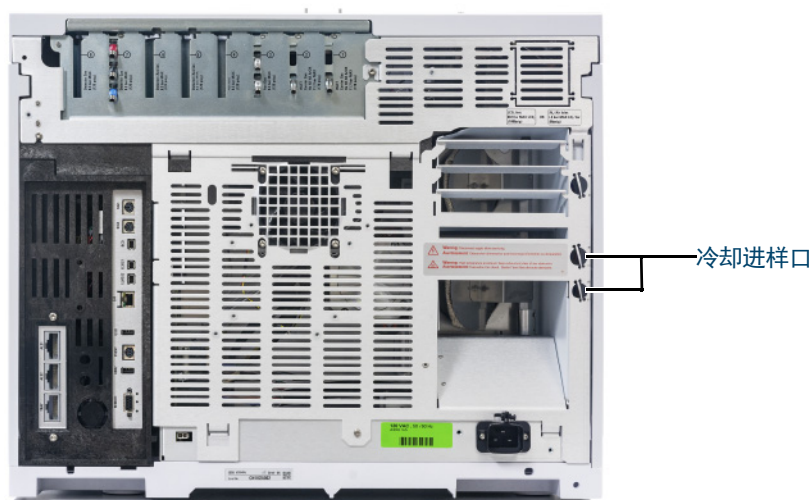

图 14. N₂ 低温冷却阀连接
- 2 在 GC 后面找到冷却剂进样口。准备好足够的管线连接气源储气罐和此出口。请参见图 14。